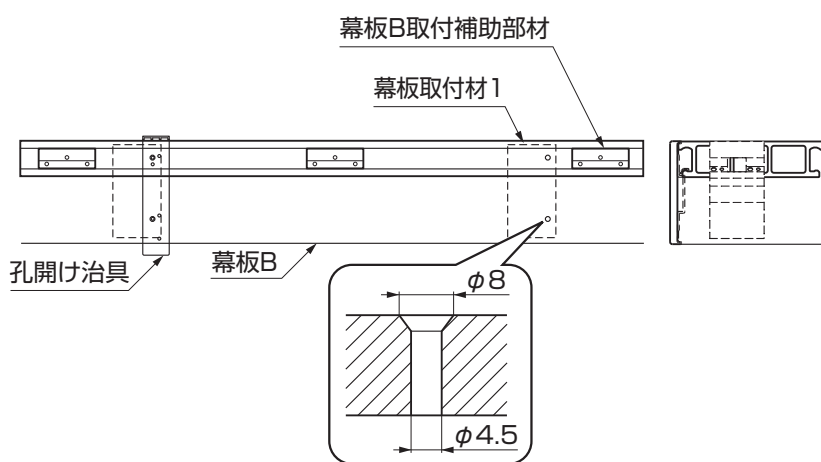

図11-3 幕板の孔あけ
②孔開け治具を使って、幕板取付材1及び幕板取付材2と幕板B取付補助部材が付いている部分に、φ4.5の下孔とφ8サヲ取りを幕板Bにしてください。(図11-3参照)